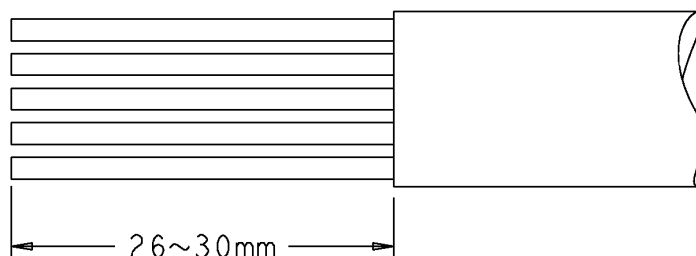

Fig. 2
2) ケーブルジャケットを Fig.2 に示す標準的な寸法を参考に、被覆剥きする。
2) Strip the cable jacket in accordance with Fig. 2.